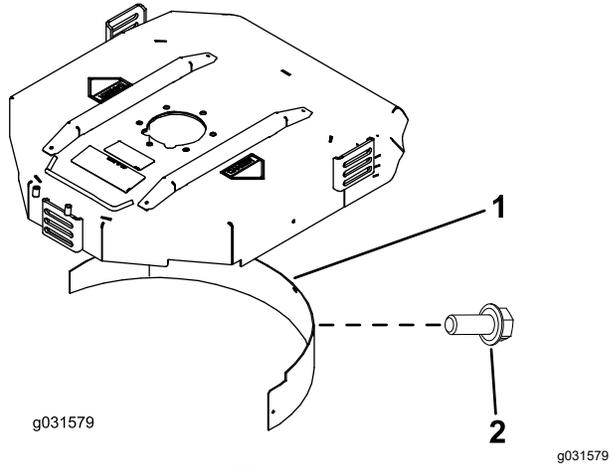

图 20
2. 将碎草隔板装入后开口内并使用 5 个凸缘头螺栓进行固定 图 20。